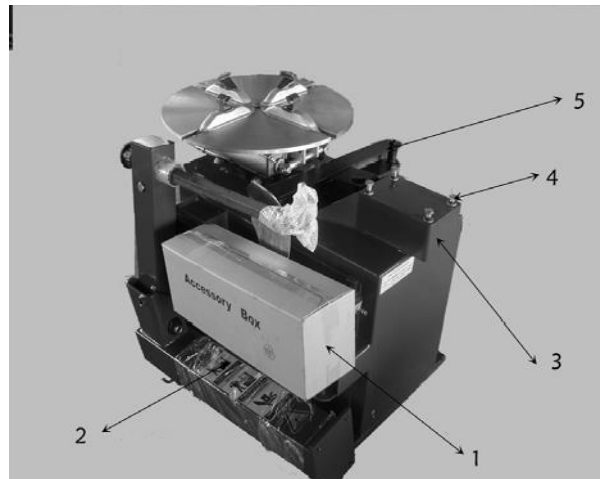

Fig 4-1
Wie in Fig 4-1 dargestellt, nehmen Sie die Zubehörbox (1) und nehmen Sie das entsprechende Zubehör: Abdrückerarm (5) und das Säulenbauset (2) heraus. Lösen Sie die Sechskantschraube (4) und die Unterlegscheibe am Körper.